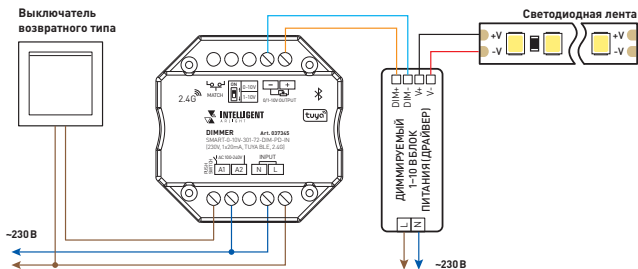

Рис. 1. Схема подключения диммера SMART-0-10V-301-72-DIM-PD-IN
3.2. Подключите диммер согласно схеме на рис. 1.